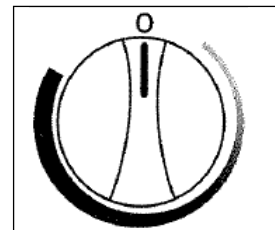

Fig. 2
- Para apagar el enfriador de vinos, (no enfriar) gire la perilla de control a la posición "0" (apagado). **Vea la Fig. 2.** Gire el control a la posición "APAGADO" (0) para desconectar temporalmente el ciclo de enfriamiento. Cuando no se vaya a usar el enfriador de vinos durante algún tiempo, desconéctelo de la corriente y deje la puerta abierta parcialmente.